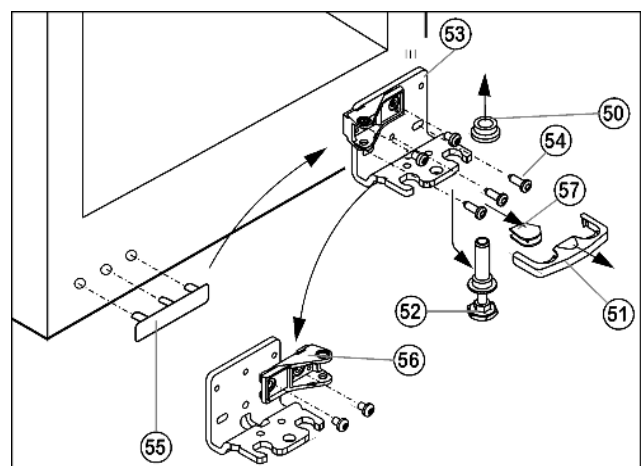

Fig. 14
- ▶ Enlever le dispositif d'arrêt *Fig. 14 (51)* vers l'avant.
- ▶ Enlever le cache *Fig. 14 (57)* en bas.*
- ▶ Visser entièrement le pied réglable *Fig. 14 (52)*.
- ▶ Enlever le pivot *Fig. 14 (52)* vers le bas et vers l'avant. Ce faisant, respecter la douille de charnière *Fig. 14 (50)*.
- ▶ Dévisser la charnière *Fig. 14 (53)* (3 x vis Torx 25) *Fig. 14 (54)*.
- ▶ Soulever le cache du côté poignée *Fig. 14 (55)* avec précaution et le déplacer.
- ▶ Revisser le support d'appui *Fig. 14 (53)* sur le nouveau côté charnière en utilisant une visseuse sans fil si nécessaire, avec un couple de serrage de **4 Nm**.
- ▶ Dévisser l'élément pivotant *Fig. 14 (56)* et le revisser à l'intérieur tourné de 180°.
- ▶ Mettre le cache *Fig. 14 (57)* sur le côté opposé.*
- ▶ Le dispositif d'arrêt (51) doit s'enclencher latéralement sur la charnière afin de protéger les pivots d'appui et la porte.
- ▶ Replacer le dispositif d'arrêt (51) sur la charnière.
- ▶ Remettre en place la douille de charnière *Fig. 14 (50)*.
- ▶ Placer la porte par le haut sur le pivot Fig. 14 (52).